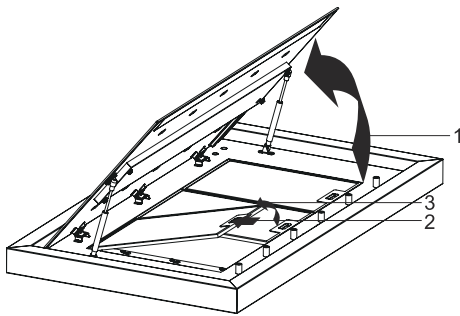

Abb. 11
1. ➤ Öffnen Sie das seitliche Absaugungsglas (Abb. 11/1)
Öffnen Sie die Metallfettfiltersperre (Abb. 11/2) ziehen Sie den Metallfettfilter nach oben und nehmen Sie ihn heraus (Abb. 11/3)